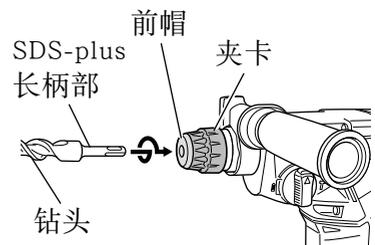
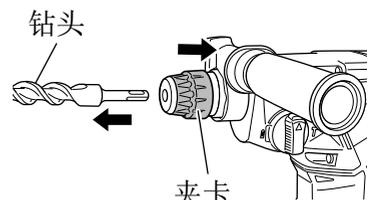

图 7
图 8
- (1) 拧松侧手柄的夹卡，然后将其推压至触碰到外罩。
- (2) 将侧柄调整至最便于使用的角度，然后旋紧侧柄的夹卡，将其锁紧。
3. 安装钻头（图 7, 图 8）
- (1) 清洁钻头柄。
- (2) 旋转钻头将其插入钻头夹盘直至插锁插紧。（图 7）
- (3) 拉钻头以检查是否完全插紧。
- (4) 卸下钻头时，首先请按箭头所示方向将夹卡完全拉出，然后将钻头从夹卡拉下。（图 8）